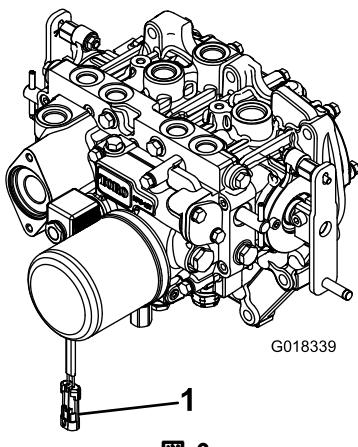

図 3
2. PTO クラッチを誤って作動させることのないように、PTO用ソレノイドバルブコネクタから、ワイヤハーネスのコネクタを外しておくこと（図 3）。
8. 駆動シャフトの反対側の端部をアタッチメントのギアボックスのシャフトに固定し終わったら、ワイヤハーネスの電気コネクタをPTOソレノイドバルブのコイルのコネクタに接続する(図3)。